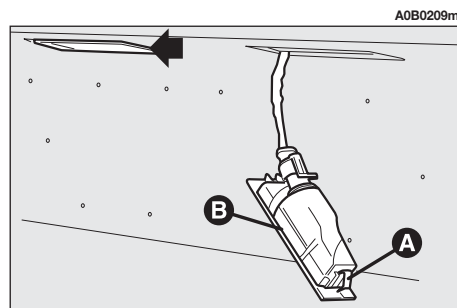

fig. 46
– Estrarre il gruppo luce targa agendo con un cacciavite a lama piatta e protetto con un panno morbido sul fermo (**A-fig. 46**).
– Estrarre il gruppo (**B-fig. 46**).
– Rimontare il gruppo completo (**B-fig. 46**) inserendo prima le alette di fissaggio e premendo poi in corrispondenza del fermo (**A-fig. 46**).